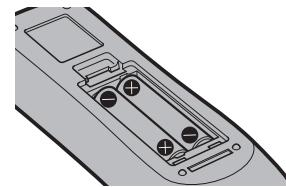

Fig. 2
- 2) Insérez les piles et fermez le couvercle (insérez d'abord le côté \oplus). (Fig. 2)